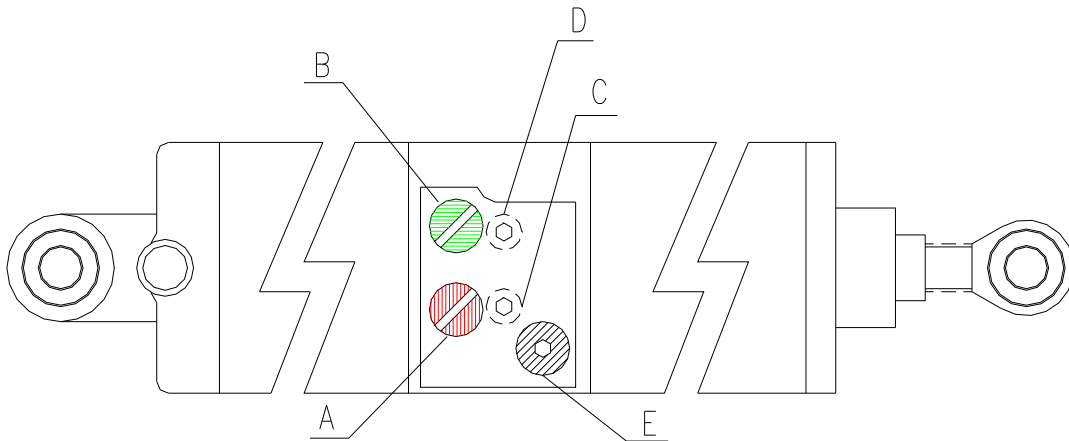

Figura 3
9. Seguidamente ajustaremos la presión de la Unidad con las válvulas marcadas como "A" y "B" de la figura 3, a una vuelta más del mínimo para que la unidad empiece a funcionar. La válvula de color verde controla la presión de bajada y la roja la de subida.
Coger una llave de 5 e introducirla en tornillo marcado como "E" de la figura 3 y desenroscar 1 vuelta.
Si queremos poder volver a utilizar la barrera automáticamente siempre debemos volver a reapretar el tornillo "E" de la figura 3.